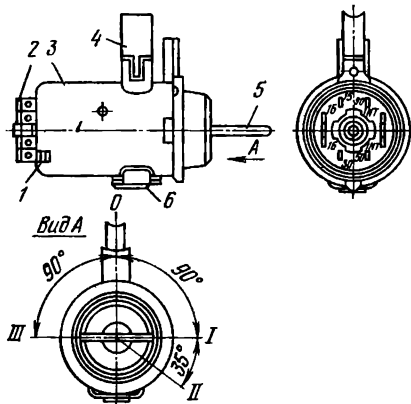

Рис. 185. Замок зажигания с противогонным устройством в сборе:
Выключатель зажигания (рис. 185) состоит из противоугонного механического замка и электрического выключателя, имеет четыре положения ключа (см. рис. 7).
**Снятие и установка выключателя зажигания** или его контактного устройства производится при выключенном выключателе масла и снятом кожухе 13 (см. рис. 153) опоры вала рулевого управления. Ключ в замке нужно установить в положение «0», отсоединить провода от клемм контактного устройства 2 (см. рис. 185), открутить два винта крепления выключателя в опоре и, поджав пружину 6, извлечь выключатель из гнезда опоры. Установку выключателя зажигания производят в обратной последовательности.